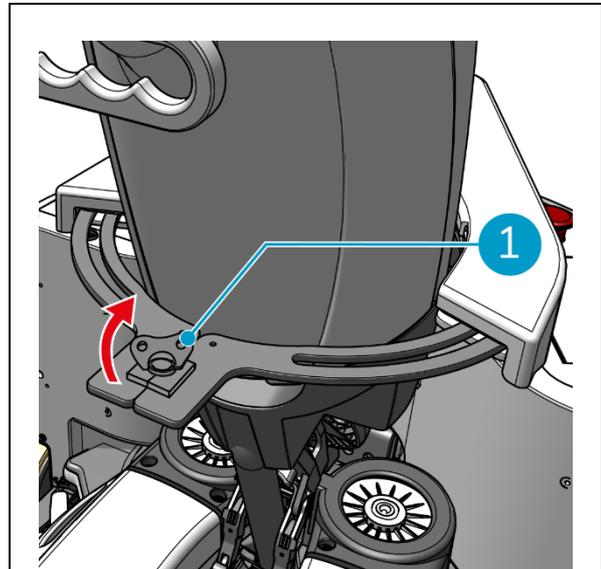

Figure 21
5. Verrouillez l'anneau de fixation en tournant le fermail papillon (Figure 21, pos. 1) dans le sens des aiguilles d'une montre. L'i-walk est prêt à l'emploi.